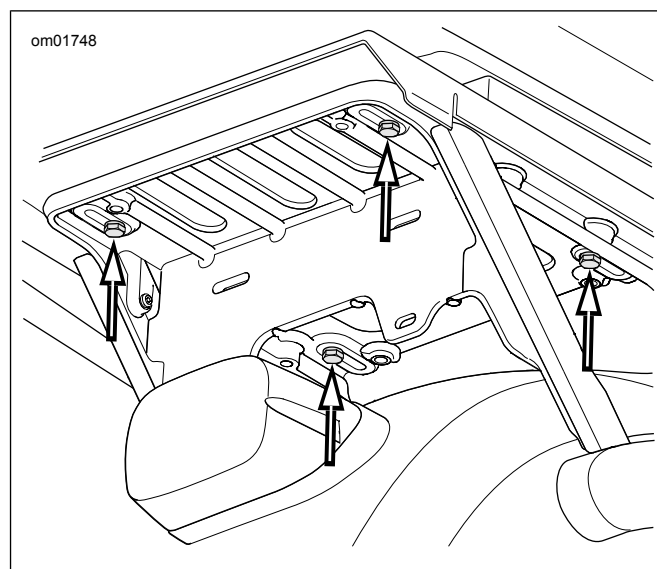

Figure 4. Vis du support de Tour-Pak (modèles APC/Chine)
- c. **Modèles APC :** consultez Figure 4 . Retire les quatre boulons, les rondelles plates et la plaque d'adaptation du rail du support. Glisser vers l'avant pour libérer les crochets en L.